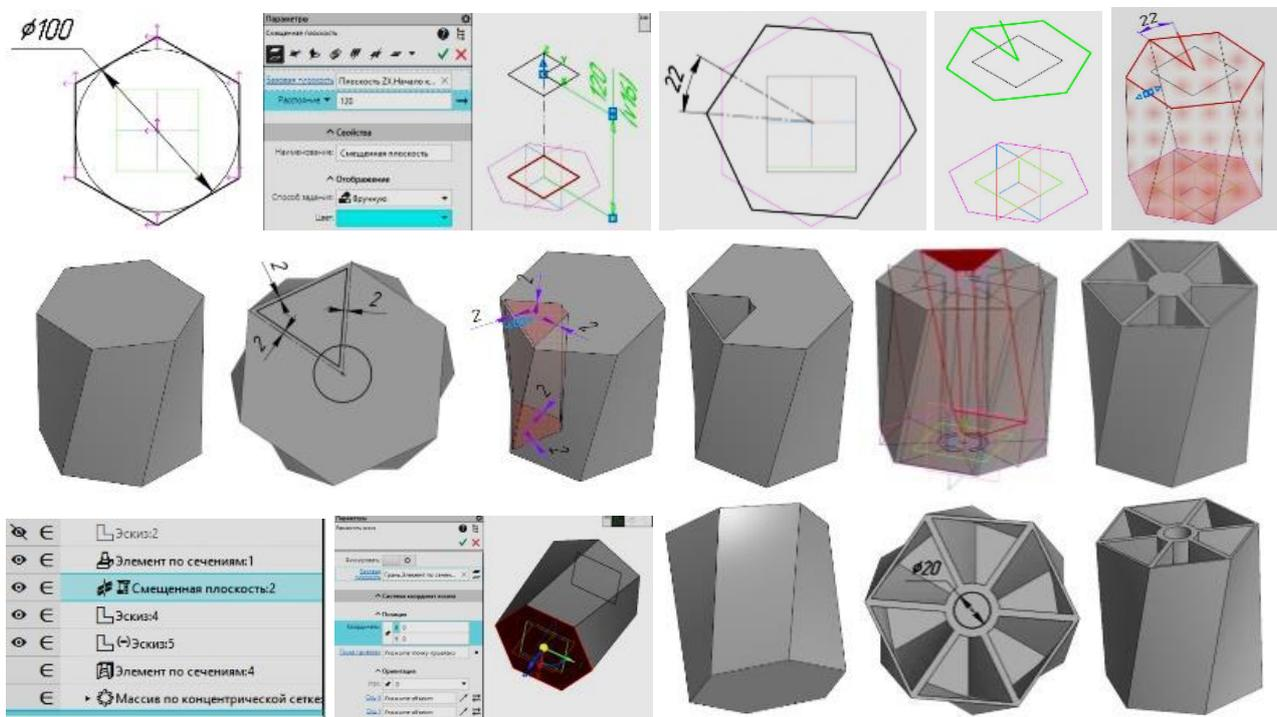

Рисунок 1 – Отдельные этапы выполнения модели в КОМПАС-3D
– создать эскиз дуги. Выполнить смещение объектов, применив инструмент «Эквидистантные». Указать смещенную плоскость, используя одноименную вкладку (рисунок 1);